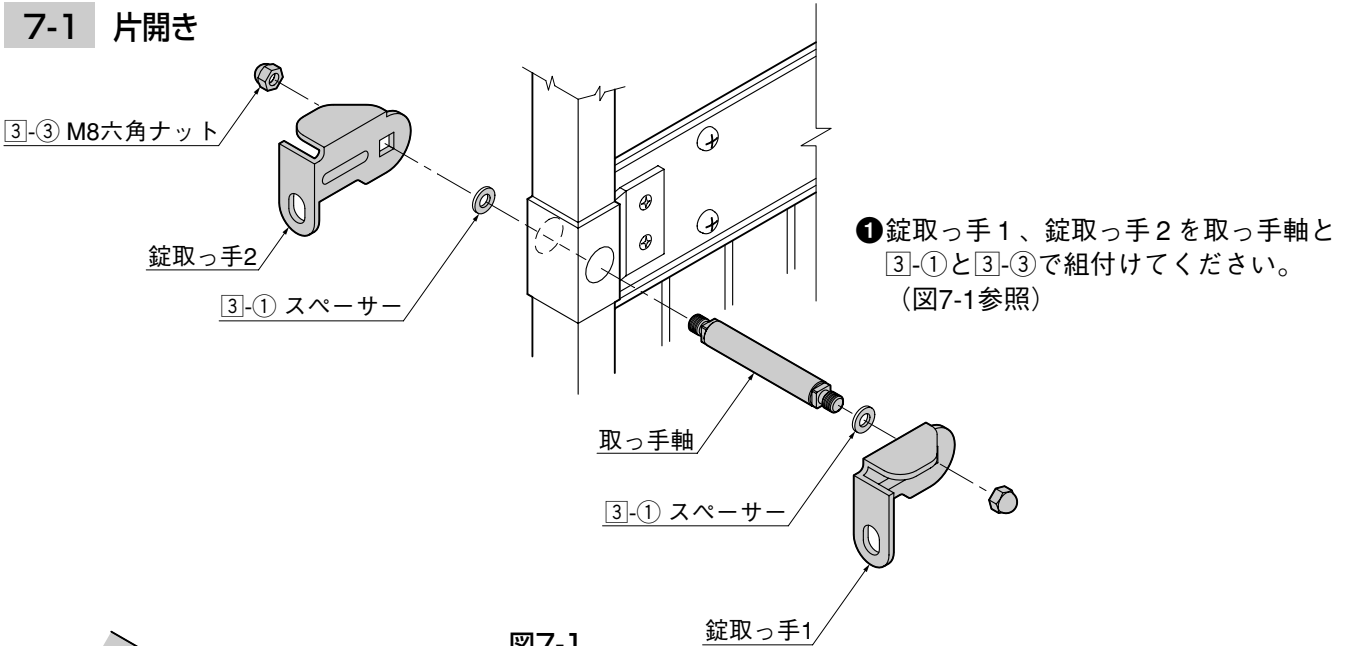

図7-1
- ① 錠取っ手1、錠取っ手2を取っ手軸と3-1と3-3で組付けてください。(図7-1参照)